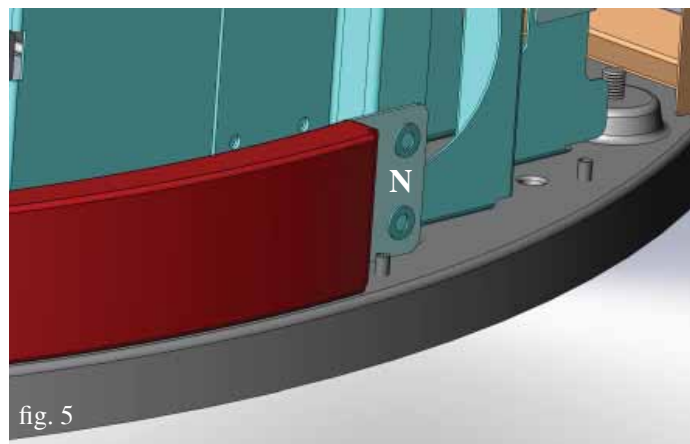
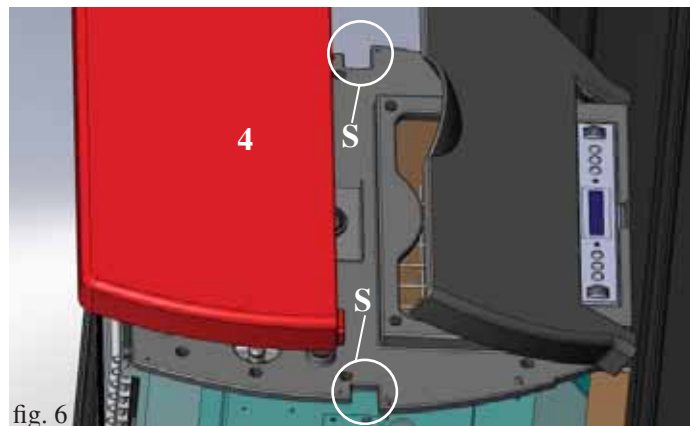

fig. 5
fig. 6
- Fixar as cerâmicas com as placas aplicadas à estrutura da salamandra utilizando os parafusos e as anilhas fornecidos nos respectivos orifícios (fig. 5).
- Voltar a montar as duas laterais traseiras em alumínio (5).
- Posicionar o topo em cerâmica (4) nas respectivas ranhuras (S - fig. 6).
N.B.: Na versão com revestimento em chapa, a salamandra é fornecida já montada, exceto o topo em cerâmica, que deve estar posicionado nas respectivas ranhuras (S - fig. 6).